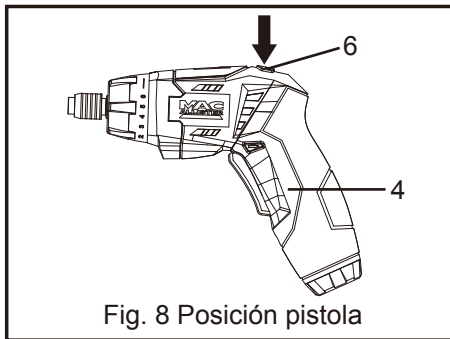

Fig. 8 Posición pistola
Para cambiar a la posición horizontal, mantenga presionado el botón de desbloqueo (6) y al mismo tiempo gire la empuñadura (4) en sentido horario hasta que encaje en la posición (Fig. 8).